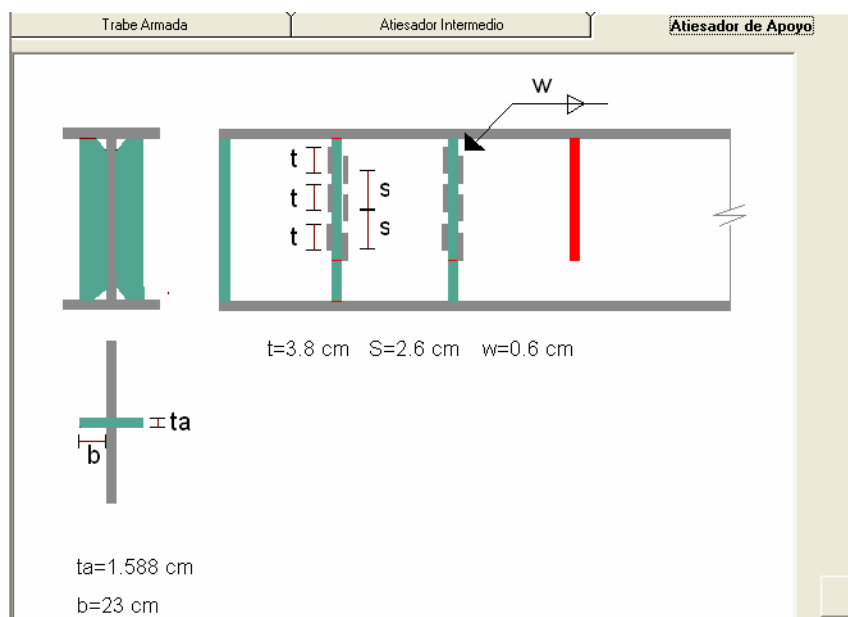

Figura 6.28 Dimensiones de Atiesadores de Apoyo.
4. La carpeta “Atiesadores de Apoyo”, se muestra en la Figura 6.28.